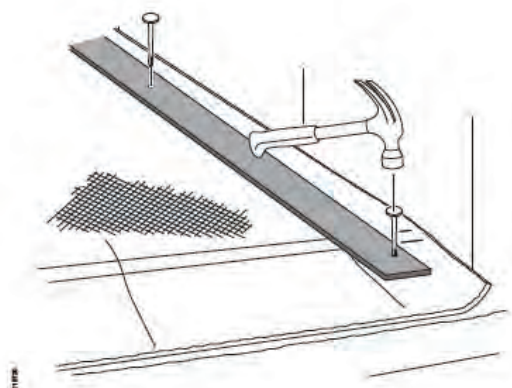

Bild 12: Fästa glasfiberlisten med hjälp av de förborrade hålen.
5. Slå ned spikexpander i de borrade hålen (se Bild 12).